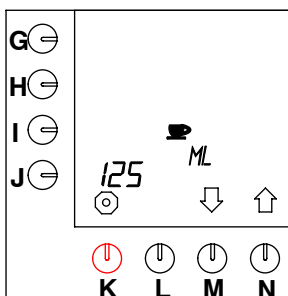

Fig. 34 Contenuto di una tazza
- Premere il tasto di selezione (N.) $\uparrow$ fino a che sullo schermo viene visualizzato quanto illustrato nella fig. 34).